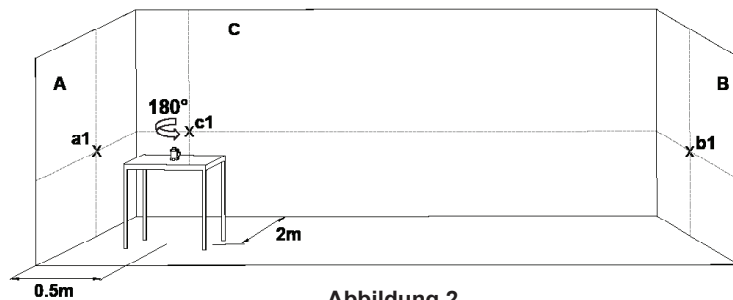

Abbildung 2
- 7) Markieren Sie den Schnittpunkt der Linien auf der Wand B als Punkt b1. (siehe Abbildung 2).